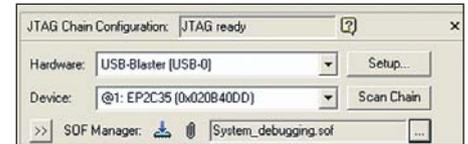

Рис. 24. Окно настройки JTAG
Область настройки JTAG (JTAG Chain Configuration), как и для рассмотренных выше средств системной отладки, задает интерфейс компьютера и отлаживаемого устройства (рис. 24).
- задавать средства программирования (в примере на рис. 24 выбран загрузочный/отладочный кабель USB Blaster);